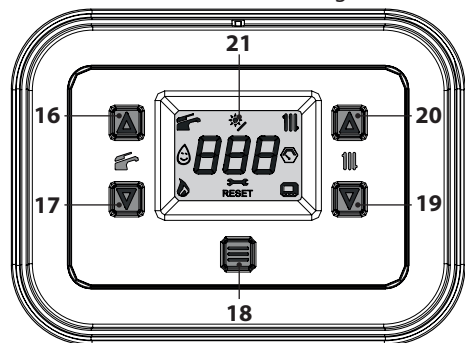
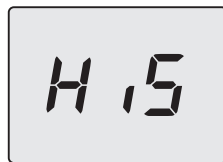

Figura 7.8
Figura 7.9
- Entrare in "modalità programmazione" premendo contemporaneamente per 5 secondi i tasti 17 e 19 (Figura 7.8) fino a far apparire sul display LCD le lettere **HiS** che indicano il menu "Storico delle caldaie" (Figura 7.9).
- Premere il tasto 18 (Figura 7.8) fino a far apparire sul display LCD le lettere **StF** (Start Full) che si alterna con **34** (valore della calibrazione) (Figura 7.11).
- tenere premuti contemporaneamente i tasti 17 e 19 per 5 sec. (Figura 7.8) (ritorno al livello precedente).